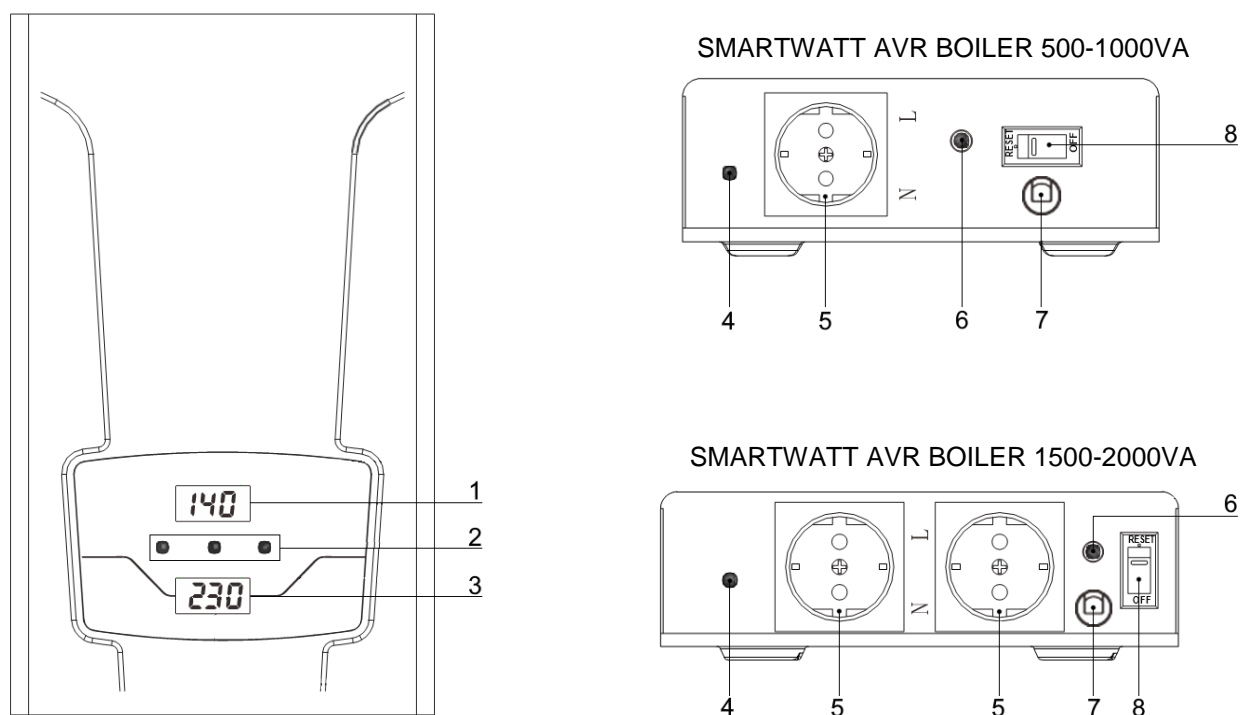

Рисунок 1. Внешний вид стабилизаторов напряжения SMARTWATT AVR BOILER 500-2000VA. Описание элементов приводится в таблице 1.
2. Переверните выключатель питания (см. Рисунок 1) на стабилизаторе в положение **OFF** (ВЫКЛ).